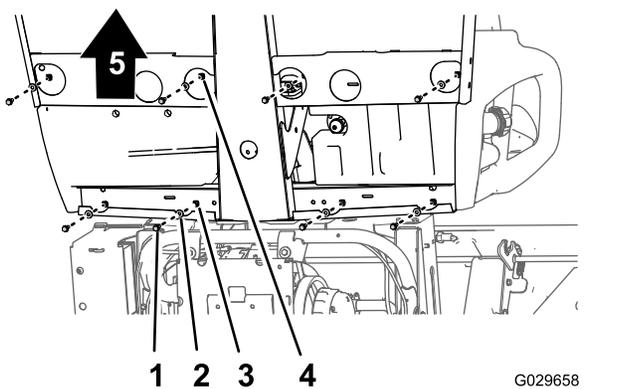
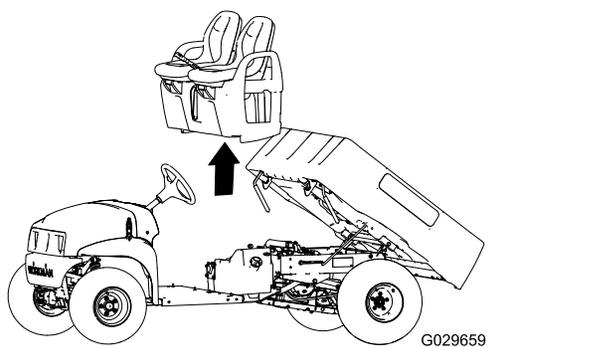

Рисунок 41
Рисунок 42
1. В нижней части автомобиля удалите 8 болтов с фланцевыми головками и 8 шайб, которые крепят основание сиденья к панели пола и заднему швеллеру кабины (**Рисунок 41**).
- Осторожно поднимите сиденья, основание сиденья и тросы стояночного тормоза с автомобиля (Рисунок 41).
1. Поднимите сиденья и основание сиденья для установки на автомобиль и совместите тормозные тросы с ходовой частью (Рисунок 41 и Рисунок 42).
2. Совместите отверстия в основании сиденья с отверстиями в панели пола и заднем швеллере кабины (Рисунок 41 и Рисунок 42).